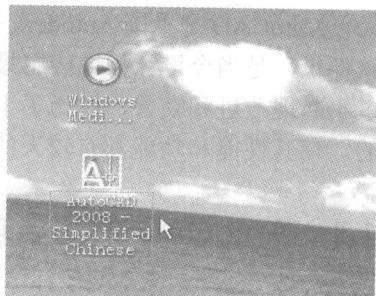

图 1-1 桌面启动 AutoCAD 2008
- 双击桌面上的 AutoCAD 2008 快捷方式图标，如图 1-1 所示。